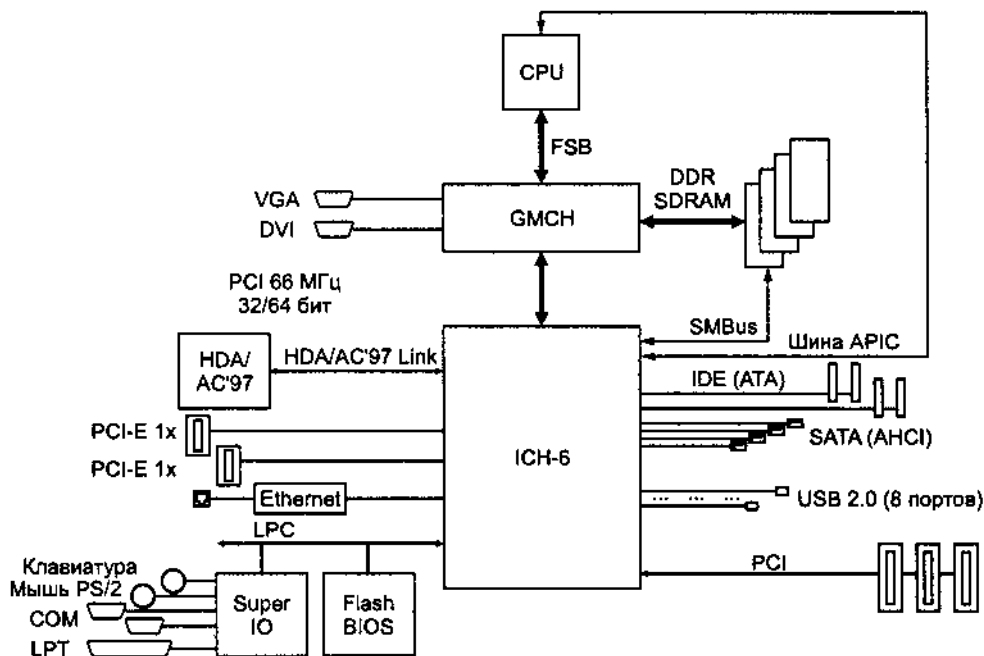

Рис. 6.2. Хабовая архитектура на примере чипсета Intel с ICH-6
*Северный хаб* чипсета выполняет те же функции, что и северный мост шинно-мостовой архитектуры: он связывает шины процессора, памяти и порта AGP. Однако на южной стороне этого хаба находится уже не шина PCI, а высокопроизводительный интерфейс связи с южным хабом (рис. 6.2). Пропускная способность этого интерфейса составляет 266 Мбайт/с и выше, в зависимости от чипсета. Если чипсет имеет интегрированную графику, то в северный хаб входит и графический контроллер со всеми своими интерфейсами (аналоговыми и цифровыми интерфейсами дисплея, шиной локальной памяти). Чипсеты с интегрированным графическим контроллером могут иметь внешний порт AGP, который становится доступным при отключении встроенного графического контроллера. Есть чипсеты, у которых порт AGP является чисто внутренним